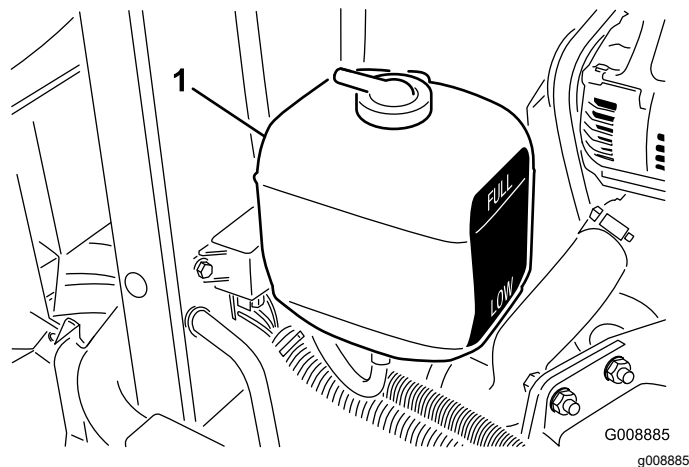

Figure 31
1. Vérifiez le niveau du liquide de refroidissement dans le vase d'expansion (Figure 31). Quand le moteur est froid, le niveau du liquide de refroidissement doit se situer à peu près entre les deux repères qui figurent sur le côté du réservoir.